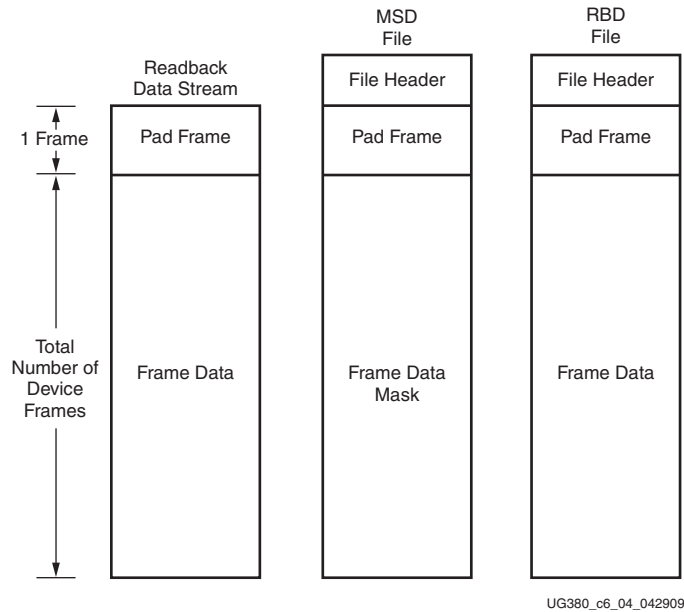

図 6-4 : MSD および RBD ファイルを使用したリードバック データの比較
1. リードバック データを基準となるゴールデン RBD リードバック ファイルと比較し、MSD ファイルを使用してマスクします (図 6-4 参照)。